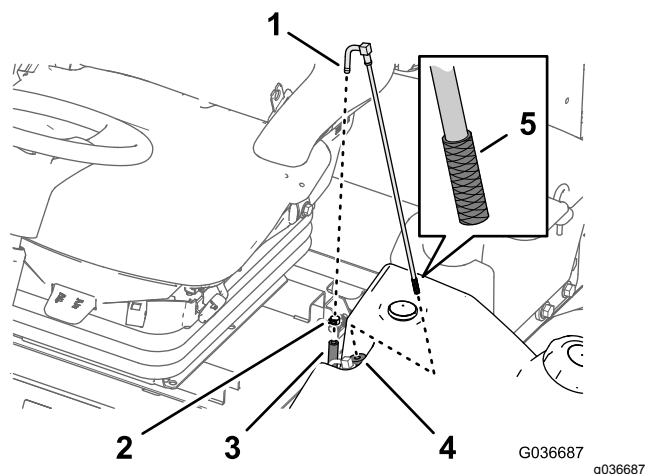

Figura 73
1. Rimuovete la fascetta stringitubo che fissa il flessibile di alimentazione del carburante al raccordo del tubo di adduzione del carburante (Figura 73).
2. Separate il flessibile dal raccordo (Figura 73).
3. Sollevate il tubo di adduzione del carburante dal serbatoio del carburante (Figura 73).
4. Pulite eventuali detriti dalla griglia all'estremità del tubo di adduzione del carburante (Figura 73).
5. Inserite il tubo di adduzione del carburante attraverso la boccola in gomma e nel serbatoio (Figura 73).